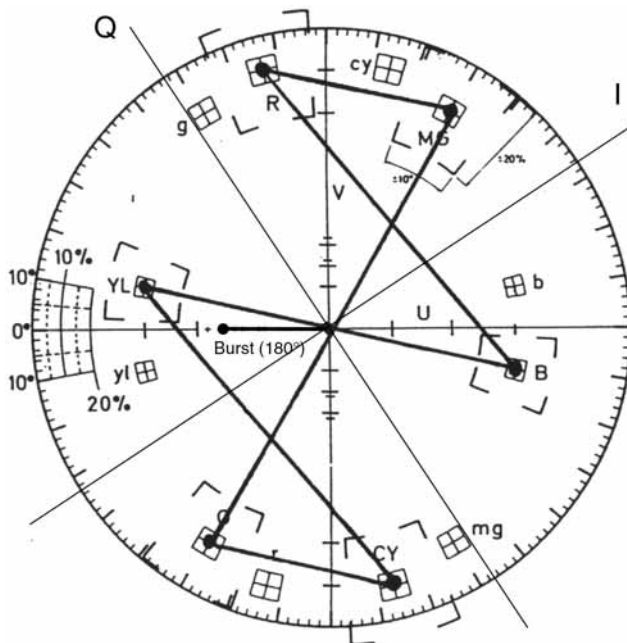

Abb. 28: UV-Diagramm des NTSC-Farbsignals (Vorlage Normfarb balken-Testbild)
*Charakteristisch* für das *NTSC-Verfahren* sind *folgende Punkte* [Abb. 28]: